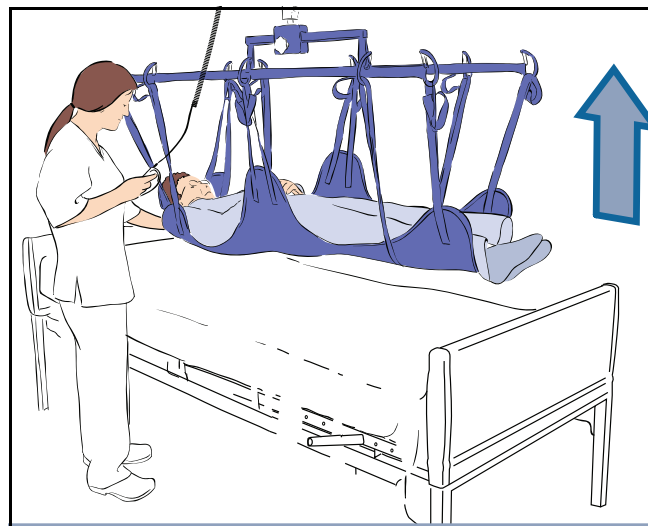

Fig. 14
- 8) Levante e afaste o paciente da cama (consulte a Fig. 14).